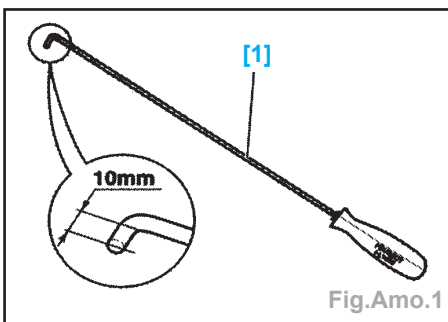

Fig.Amo.1
- Outil nécessaire (Fig.Amo.1) :